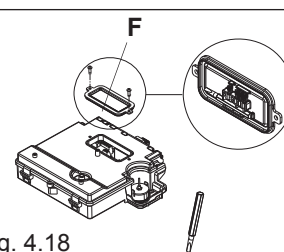

Fig. 4.18
- svitare le viti di fissaggio del coperchietto (F) per accedere alla morsettiera (fig. 4.18)
- utilizzando il cacciavite fornito a corredo (fig. 4.18), premere il pulsante CO (fig. 4.22). Il valore viene confermato ed i tre led si accendono fissi per circa 4 sec. Quando i led tornano a lampeggiare è possibile passare alla taratura del parametro successivo.
- Svitare le viti di fissaggio del coperchietto **(F)** per accedere alla morsettiera (fig. 4.18)